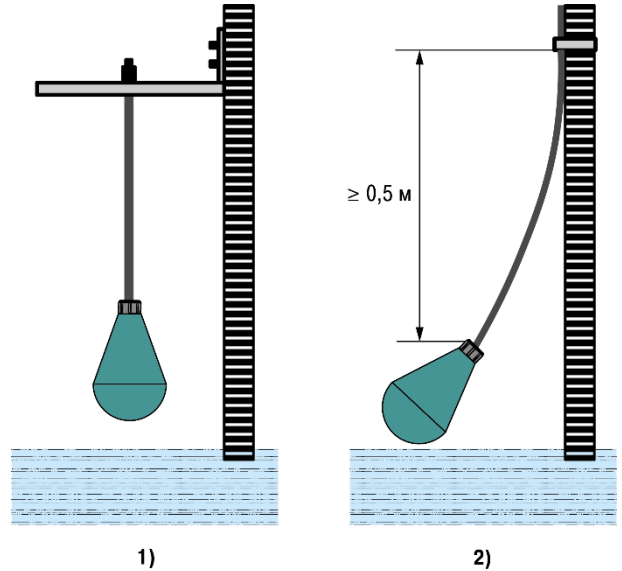

Рисунок 3.1 – Монтаж на об'єкті
- Закріпити ПСУ, як показано на *рисунок 3.1*.
ПСУ слід встановлювати вільно підвішеним – див. *рисунок 3.1, 1*.
Довжина кабелю від точки кріплення до поплавка ПСУ повинна бути не менше 0,5 м (див. *рисунок 3.1, 2*).